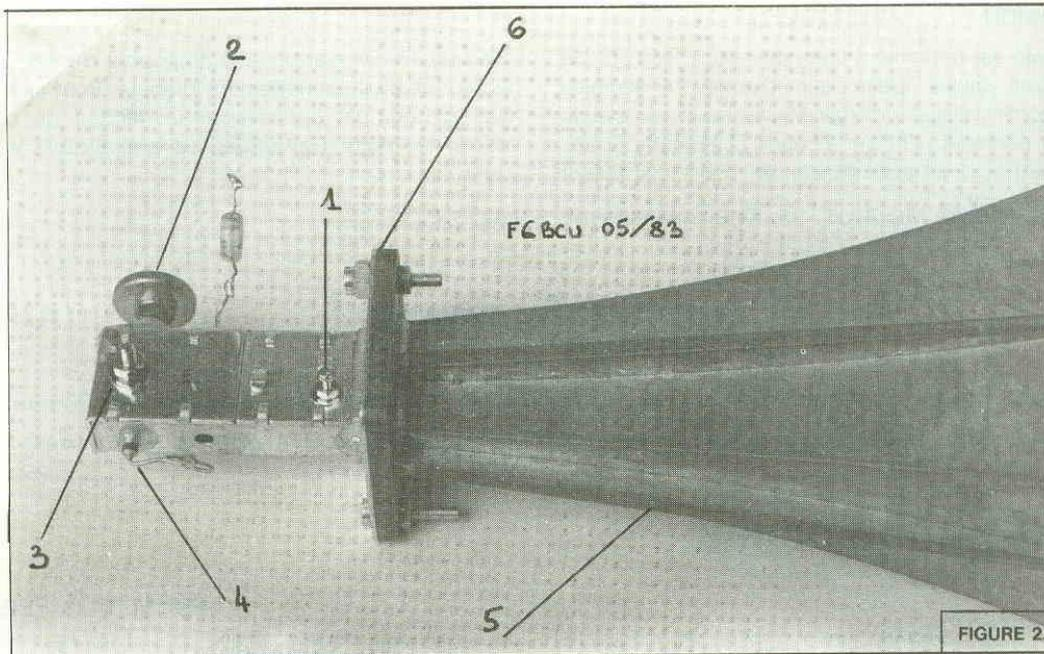

FIGURE 2.
Malheureusement la variation de fréquence obtenue n'excédant pas ± 2 MHz est un peu juste pour le trafic (voir fig. 2).
a) Desserrer figure 2 l'écrou 3, sortir la rondelle frein d'écrou et la supprimer. Resserrer l'écrou 3 et le souder rapidement sur la cavité (prendre de la soudure basse fusion pour C.I.).